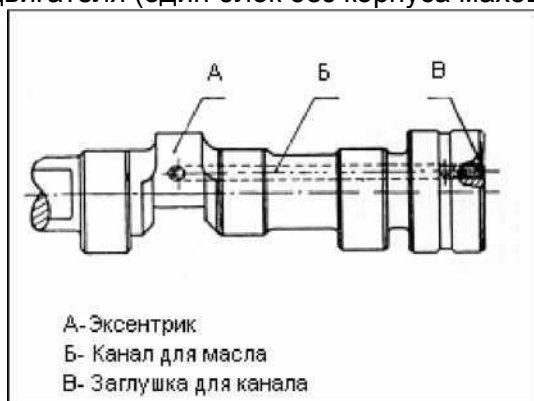

РИС. 105
- е) Проверьте состояние заглушки масляного прохода на задней поверхности шейки распределительного вала, замените заглушку при необходимости (рис. 105).
- 2) Проверьте по размеру шейки распределительного вала их износ, как показано на рис. 105 и сравните их с данными приведёнными выше.